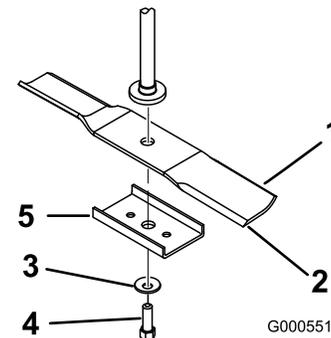

Figure 38
Tenez la lame à son extrémité avec un chiffon ou un gant épais. Enlevez de l'axe le boulon, la rondelle bombée, le renfort et la lame de l'axe (Figure 38).
1. Placez la lame sur l'axe (Figure 38).
2. Montez le renfort, la rondelle bombée (face concave vers la lame) et le boulon de lame (Figure 38).